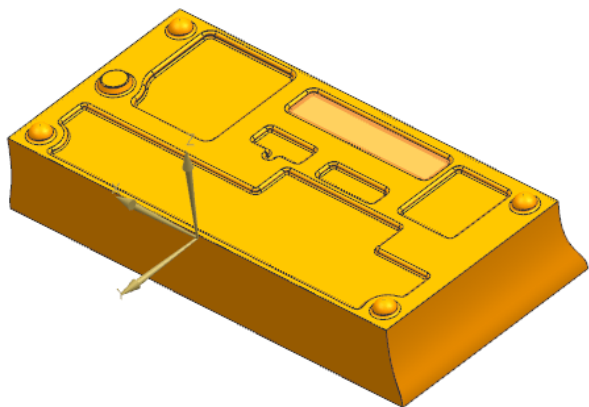

图 8-67 选择草图工作平面
(2) 单击“绘制截面”按钮, 打开“创建草图”对话框。在视图区选择草图工作平面, 如图 8-67 所示。